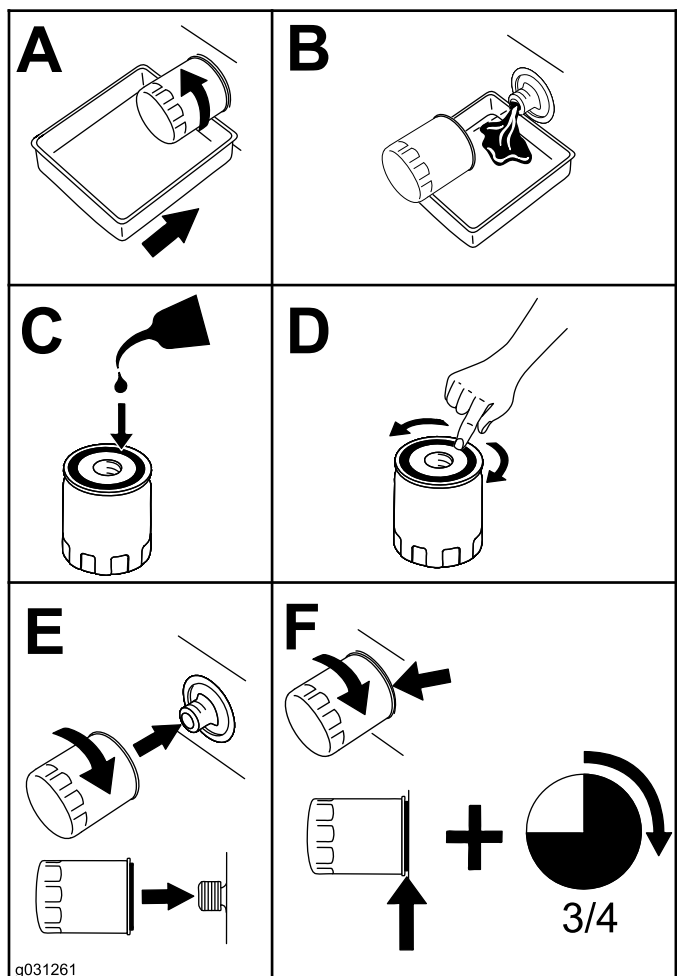

Figura 101
4. Substitua o filtro do óleo do motor (Figura 101).